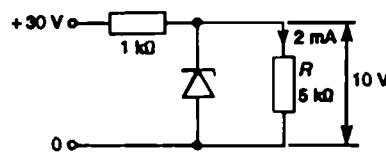

Figura Q.3
- 6 Fie figura Q.3. Curentul care trece prin zener este:
7 Fie figura Q.3. Dacă rezistența de sarcină R crește la $10\text{ k}\Omega$, curentul prin zener va: